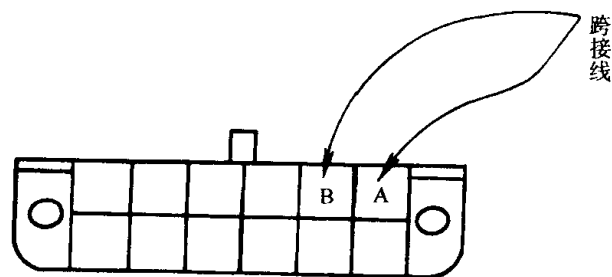

图 1-2 诊断接头跨接 A、B
A、B 跨接后 (图 1-2), 由仪表板上的 “SERVICE ENGINE SOON” (故障指示灯) 或 “CHECK ENGINE” (发动机检查灯) 灯读取发动机及变速器故障码。
- 2) 将 ALDL 测试接头中 AB 端跨接 (如图 1-2 所示)。
6) 系统会一直重复步骤 (3) (4) (5)，直至离开诊断系统为止。